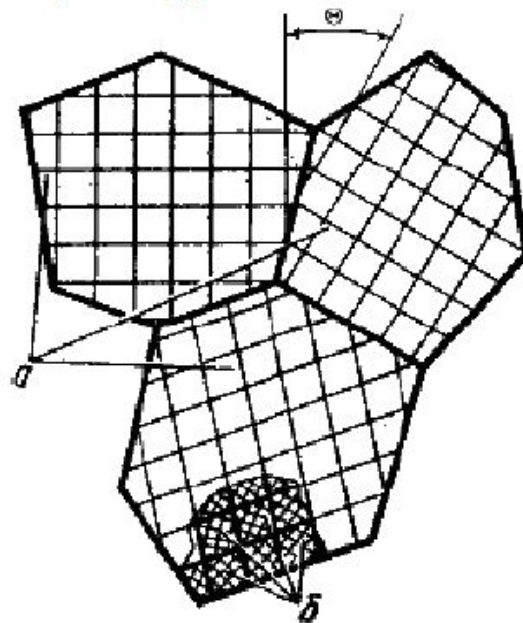

Рис. 9. Разориентация зерен и блоков в металле
*Поверхностные дефекты* – границы зерен, фрагментов и блоков (рис. 9).